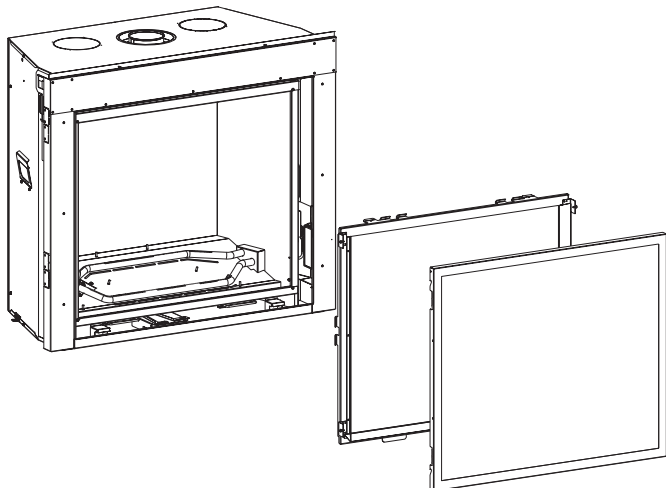

Figure 69
1. Démonter les éléments suivants : Voir Figure 69.